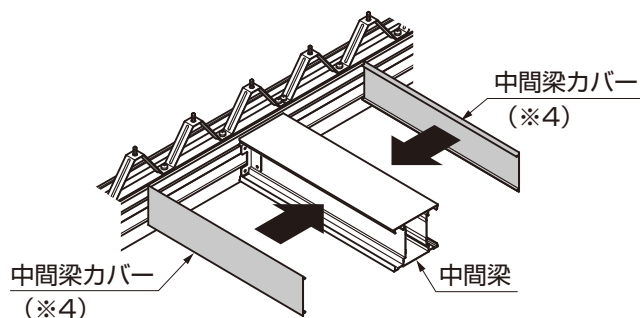

図12-5 中間梁力バーの取付け
- ⑤中間梁力バーを中間梁に取付けてください。(図12-5参照)